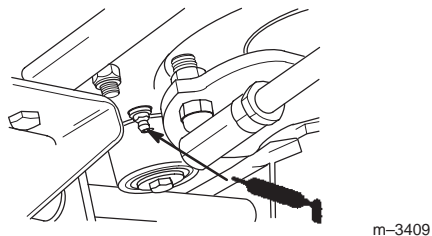

Figure 40
7. Si le tracteur est équipé d'une direction manuelle, injectez de jets de graisse dans le carter de direction (en passant sous du châssis) (Fig. 40).